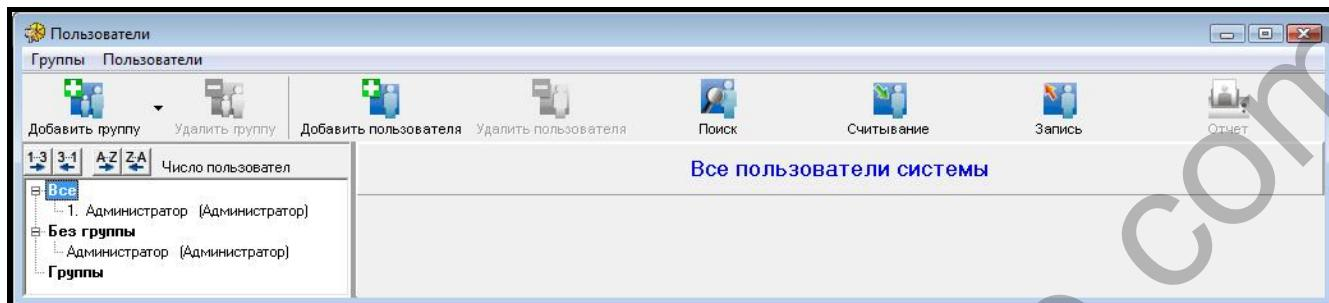

Рис. 24. Окно ПОЛЬЗОВАТЕЛИ перед добавлением пользователей.
1. Кликните по кнопке ПОЛЬЗОВАТЕЛИ, которая находится в меню программы (см.: рис. 22). Откроется окно ПОЛЬЗОВАТЕЛИ (см.: рис. 24).
20. Завершите процедуру добавления пользователей, кликнув по кнопке Запись (см.: рис. 24).
1. Кликните по кнопке Пользователи, которая находится в меню программы (см.: рис. 22). Откроется окно Пользователи (см.: рис. 24).